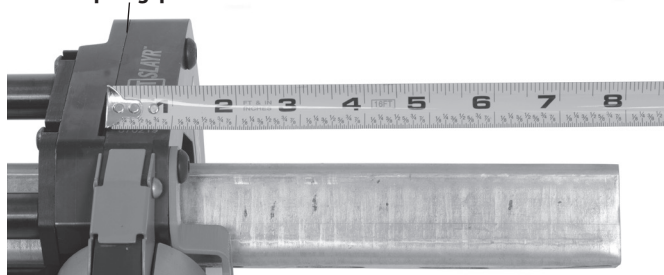

Bild 6A – Mäta profil längd
- Använd spåret för måttband (finns ovanpå kapningsplanet) (bild 6A).